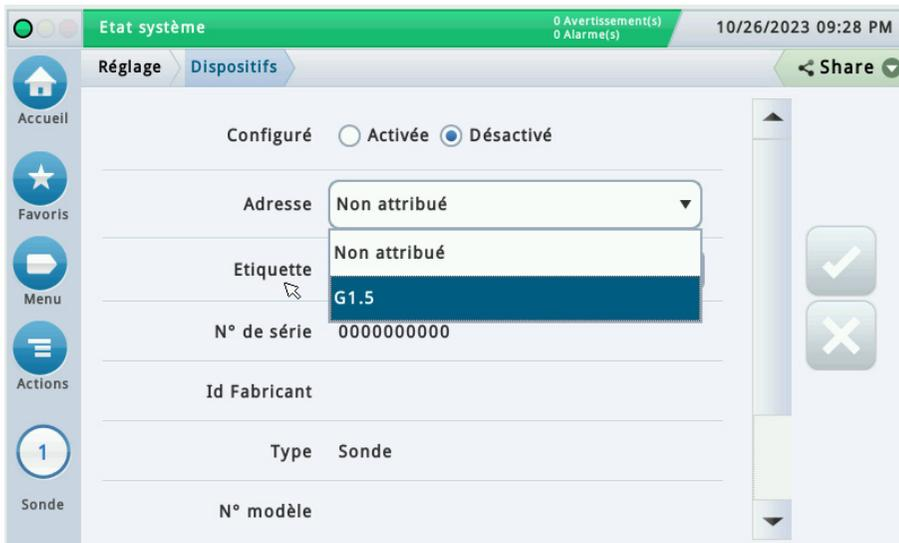

Figure 44. Exemple – Sélection de la première adresse de passerelle du transmetteur
- Naviguez jusqu'à l'écran Réglage > Dispositifs, et sélectionnez le type de dispositif (ex : sonde ou capteur MAG) dans le ruban du bas. Si le champ Configuré du numéro de dispositif sélectionné (ex : Sonde Probe 1) est défini sur Activée, sélectionnez à la place un autre numéro de dispositif avec le champ Configuré défini sur Désactivé. Dans le champ **Adresse**, sélectionnez la flèche vers le bas et sélectionnez l'adresse notée à l'étape 4. (ex : G1.1) (voir Figure 44).